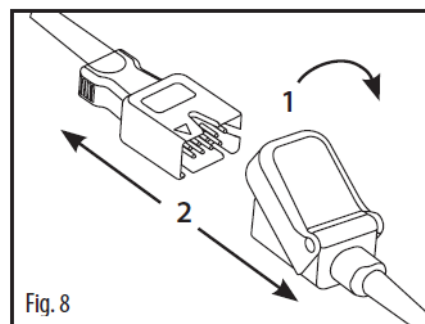

Fig. 30 Déconnexion du capteur LNCS du câble patient LNC
Voir fig. 8 dans Fig. 30 : Soulevez le couvercle de protection pour accéder au connecteur du capteur (1). Tirez fermement sur le connecteur du capteur pour le retirer du câble patient (2).